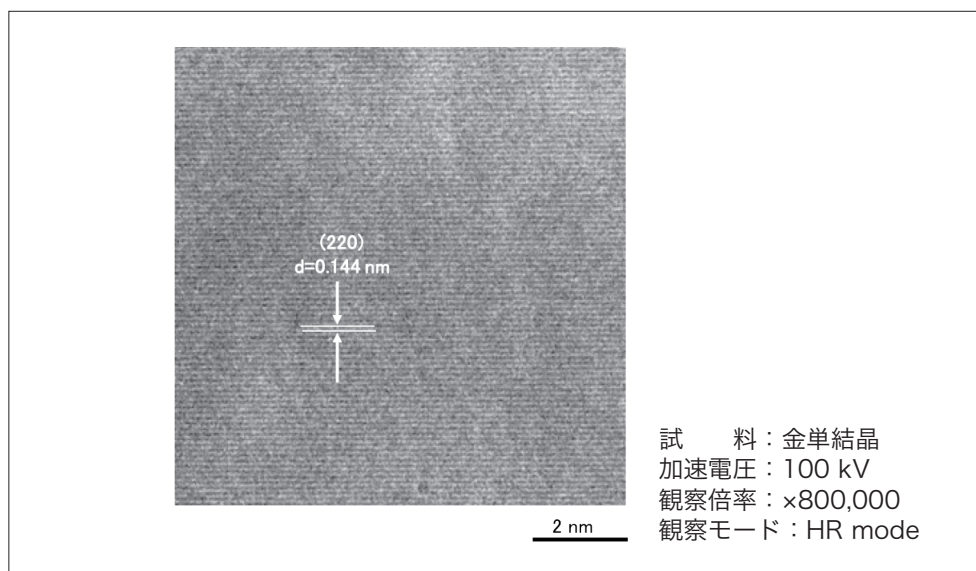

図2 金単結晶の高分解能像観察例
HT7820では格子分解能0.14 nm (off-axis) を保証，試料傾斜範囲±30度とし，主に半導体分野や，ポリマー，軽量化材料などのソフトマテリアル分野を対象としています。図2に Au 単結晶の高分解能像観察例を示します。Au (220) 0.14 nm の格子像が明瞭に観察されています。